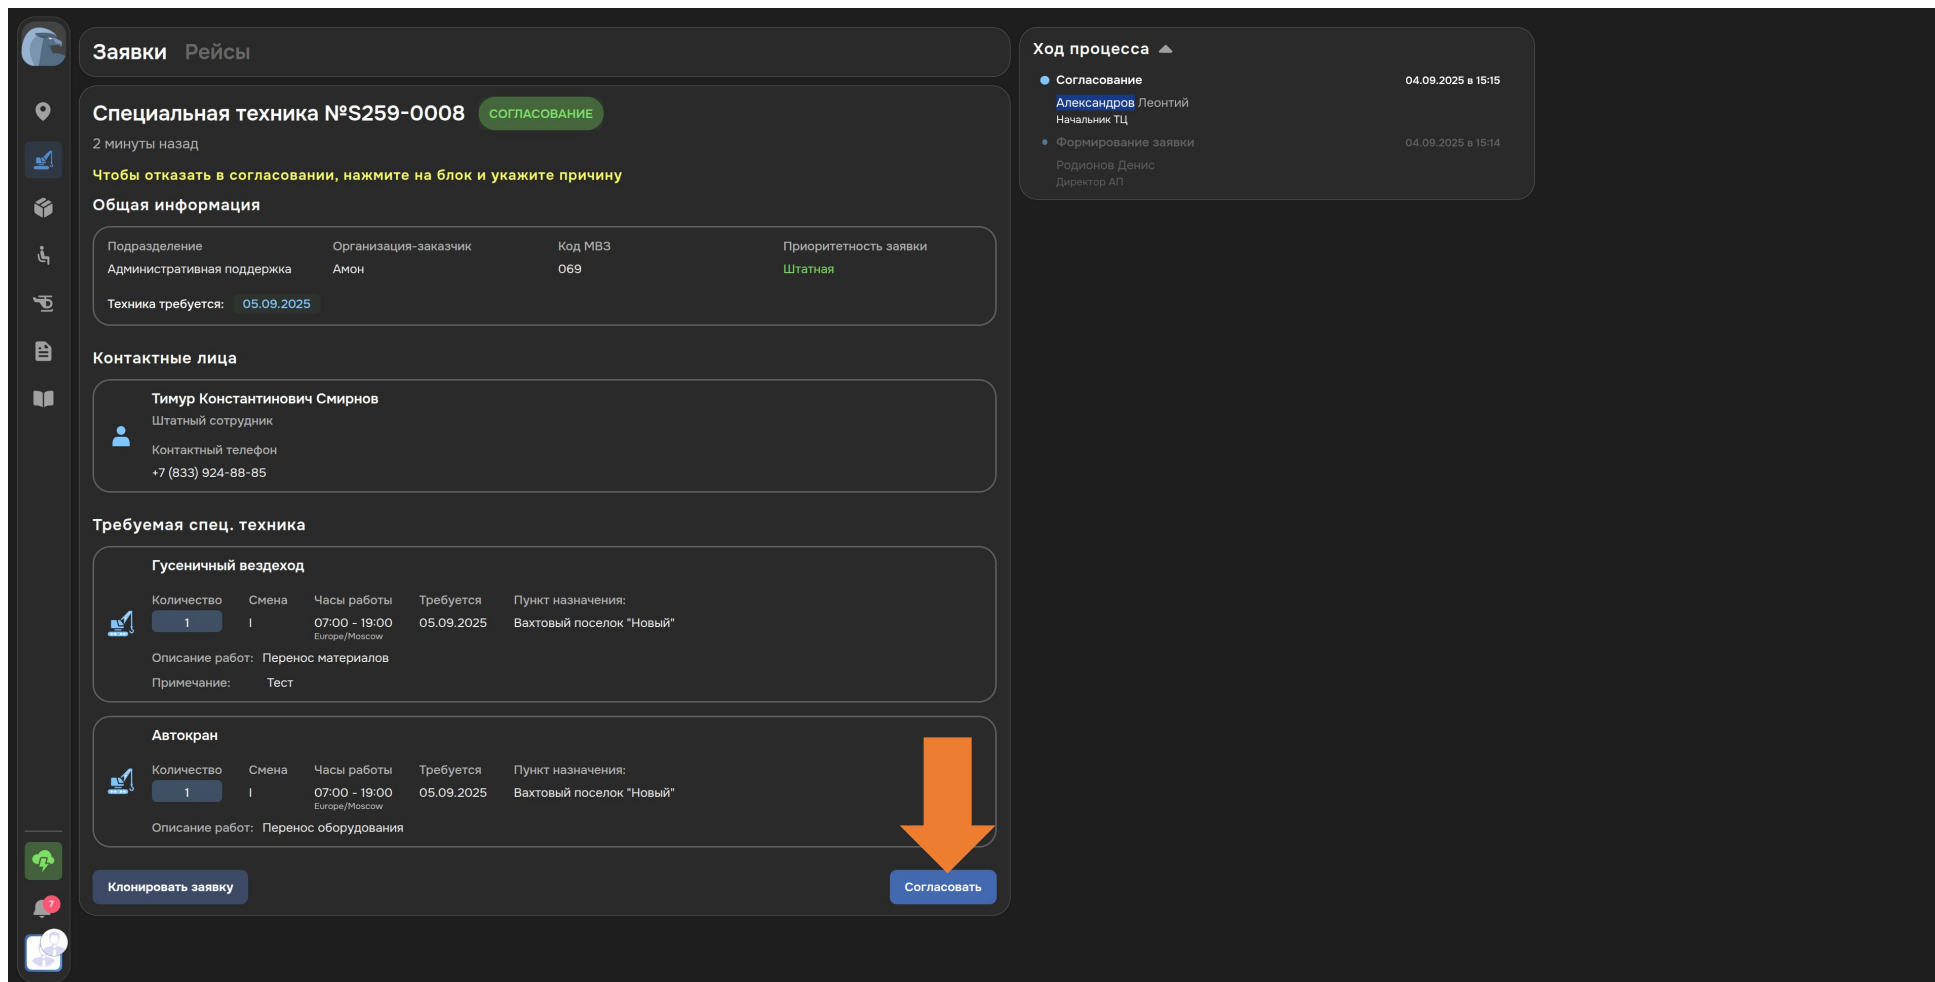

Рисунок 26. Просмотр информации о Заявке
3. Убедитесь в корректности информации в Заявке в открывшемся интерфейсе (см. Рисунок 26).
4. Нажмите кнопку «Согласовать» (см. Рисунок 26)